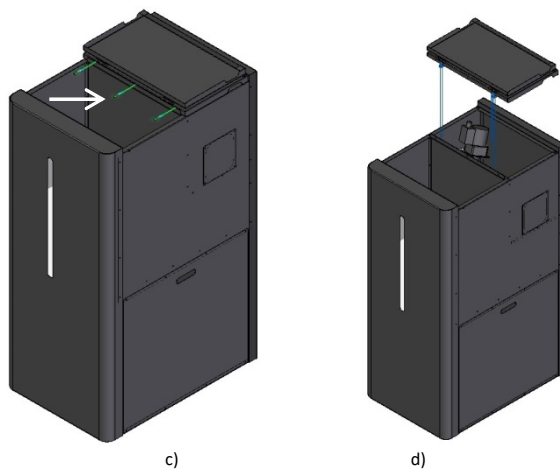

Figura 32 – Remoção das tampas superiores
- 1 – Em primeiro lugar, deverá retirar as tampas superiores. Para tal, deverá começar por retirar os dois parafusos de fixação na zona posterior (Figura 32-a). Em seguida, abrir a tampa frontal e retirar os 3 parafusos (Figura 32-c) que fixam as tampas.